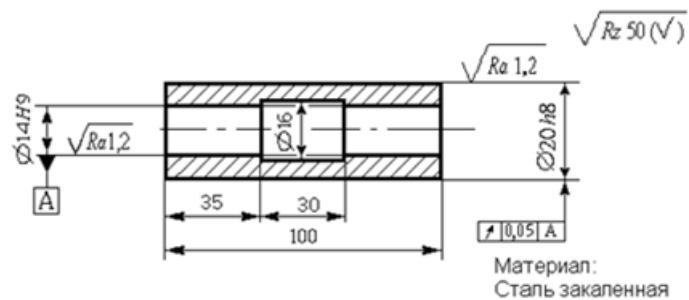

Рисунок 5
1. Выполнить эскиз технологической схемы финишного перехода при обработке наружной цилиндрической поверхности с указанием баз, главных и вспомогательных рабочих движений (рисунок 5).